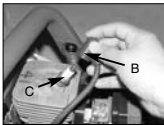

Abb. 21B
3. Trageți cablul de aprindere (B) prin tragere și rotire concomitentă de la bujie (fig. 21B).